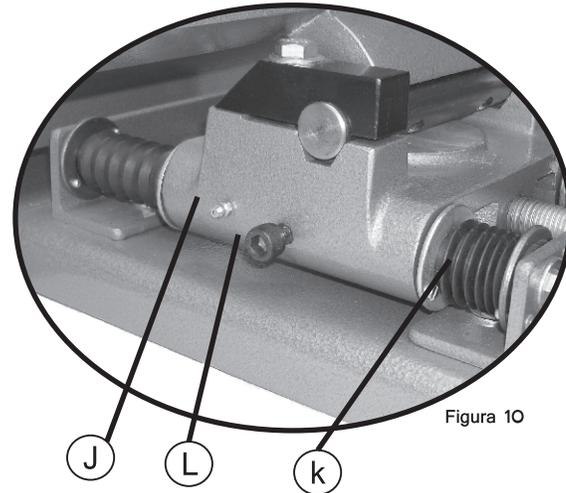

Figura 10
- A cada 80 horas de trabalho, lubrifique o equipamento nas graxeiras (**J**) existentes no equipamento. São 2 (duas) posições. (Figura 10).
- Não utilize produtos corrosivos e abrasivos nas sanfonas de borrachas (**K**) (figura 10), como thinner, querosene, gasolina etc.
Os 2 (dois) parafusos (**L**) (figura 10), servem para retirar o jogo (folga) nos eixos, caso isso ocorra.